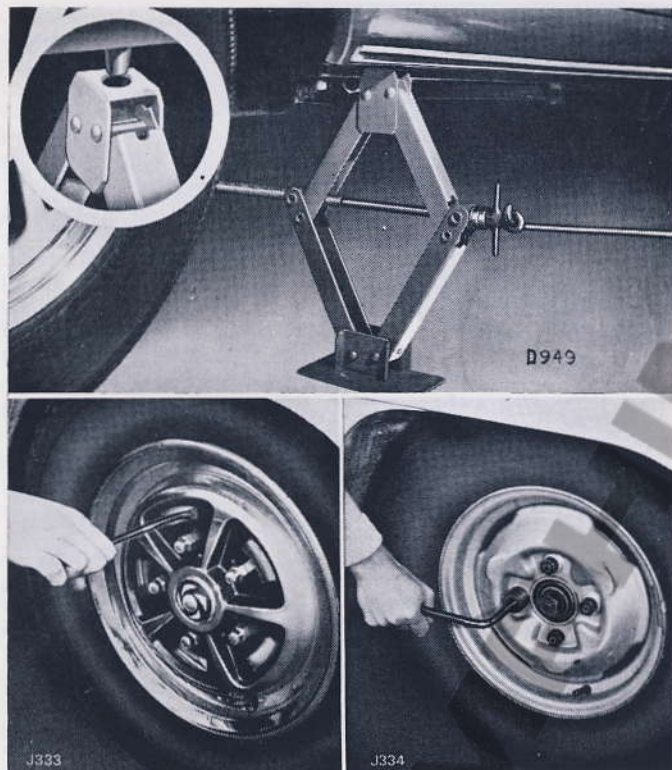

Fig. 33(a sinistra) Fig. 34(in alto) Fig. 35(a destra)
3. A mezzo della leva speciale provvista con gli attrezzi, staccare la coppa della ruota come indicato nella Fig. 33; allentare di poco i dadi della ruota, Fig. 35.